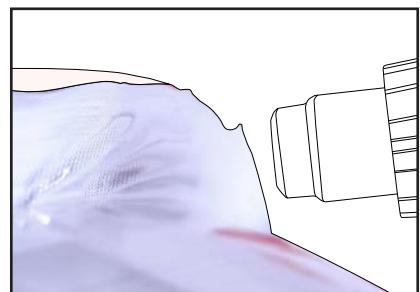

Figure 19
- › Comme pour le bas, chauffer le haut du film à 30 °C - 40 °C avec le pistolet thermique pour réduire les tensions créées durant les premières étapes d'application du film. (FIG. 19)